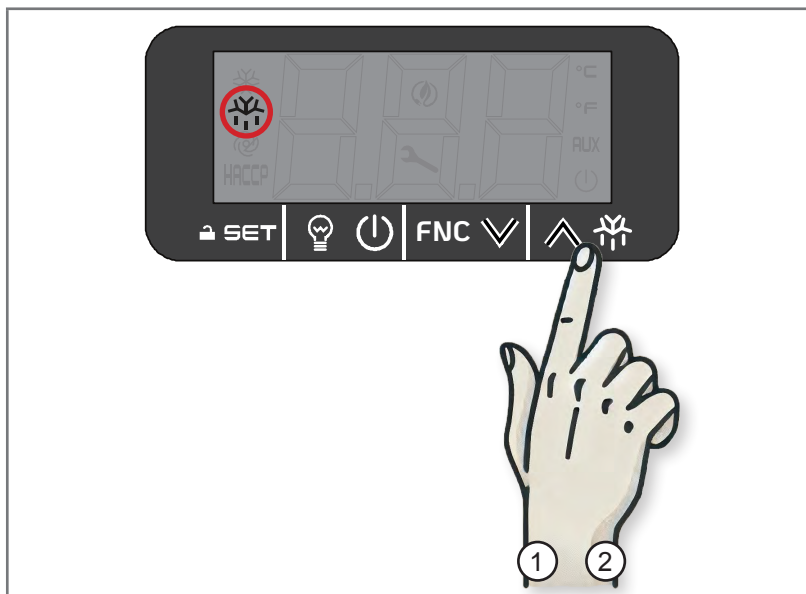

Fig 5.16 - Touche de dégivrage
1. Appuyer sur la touche DÉGIVRAGE pendant 4 secondes (1 - Fig. 5.16) : l'écran affiche l'icône DÉGIVRAGE.
2. Appuyer sur la touche DÉGIVRAGE pendant 4 secondes (2 - Fig. 5.16) : l'écran n'affiche pas l'icône DÉGIVRAGE.